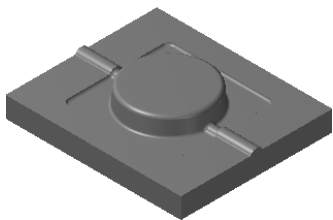

图 12.2 零件模型
Step1. 打开模型。选择文件 D:\mcx6.11\work\ch012\ ASHTRAY_UPPER_MOLD.MCX-6，系统进入加工环境，此时零件模型如图 12.2 所示。